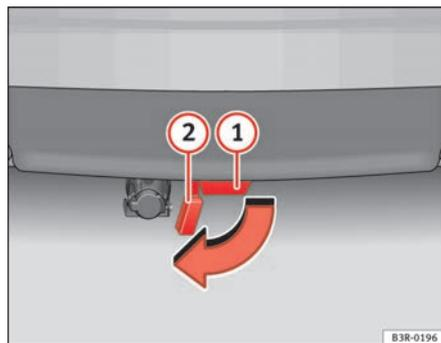

Fig. 149 Pára-choques traseiro: Abrir o tampão
- Extraia até ao limite final o tampão (2) ⇒ fig. 149 do tubo de encaixe (1) que se encontra debaixo do pára-choques. O tampão encaixa automaticamente no limite final.